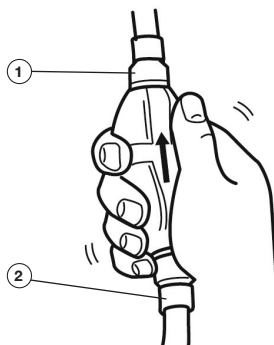

Рис. 29 Топливный насос
3. Нажимайте на топливный насос до тех пор, пока не почувствуете, что он наполнился (Рис. 29).